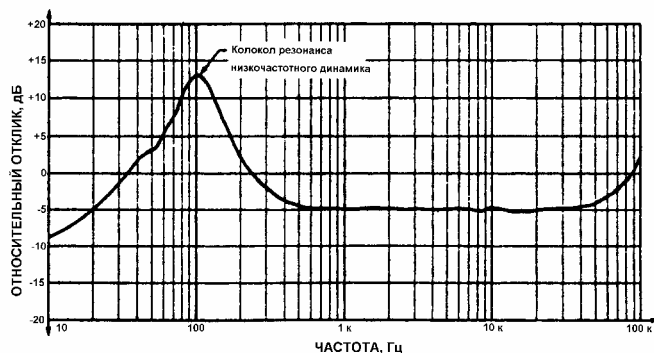

Рисунок 8. Проверка акустической системы и измерение импеданса
- A. Соберите схему, показанную на рис. 8, для измерения частотного отклика акустической системы и другого устройства. Осциллограф может быть использован для наблюдения отсутствия ограничения выходного сигнала.
- D. При проверке динамика, явное увеличение напряжения произойдет при некоторой низкой частоте. Это - резонансная частота динамика (рис. 8). Установка динамика в акустическую систему изменит результаты, полученные для того же самого динамика отдельно. Правильно разработанная акустическая система будет иметь маленькие пики с разных сторон от резонансной частоты самого динамика. Разработчик акустической системы может использовать характеристики отклика для оценки влияния изменения размеров фазоинвертора, звукопоглощающих материалов и других факторов.
- 1) Подключите переменный резистор последовательно исследуемой цепи, как показано на рис. 8.